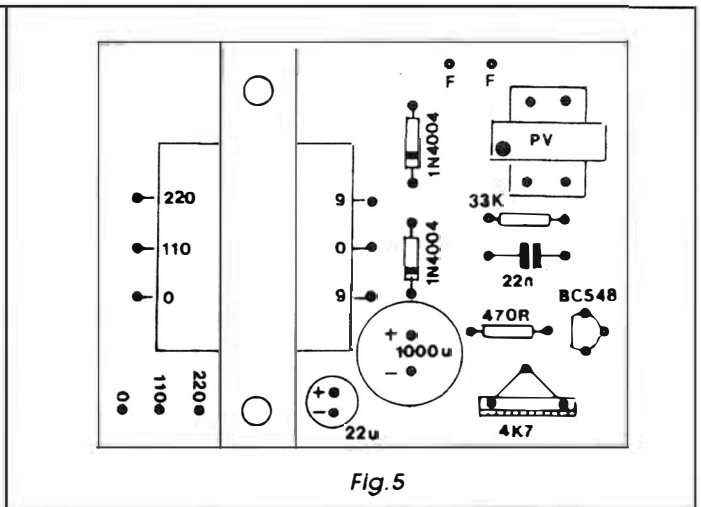

Fig.5
- FIG. 5 - CHAPEADO DA MONTAGEM -